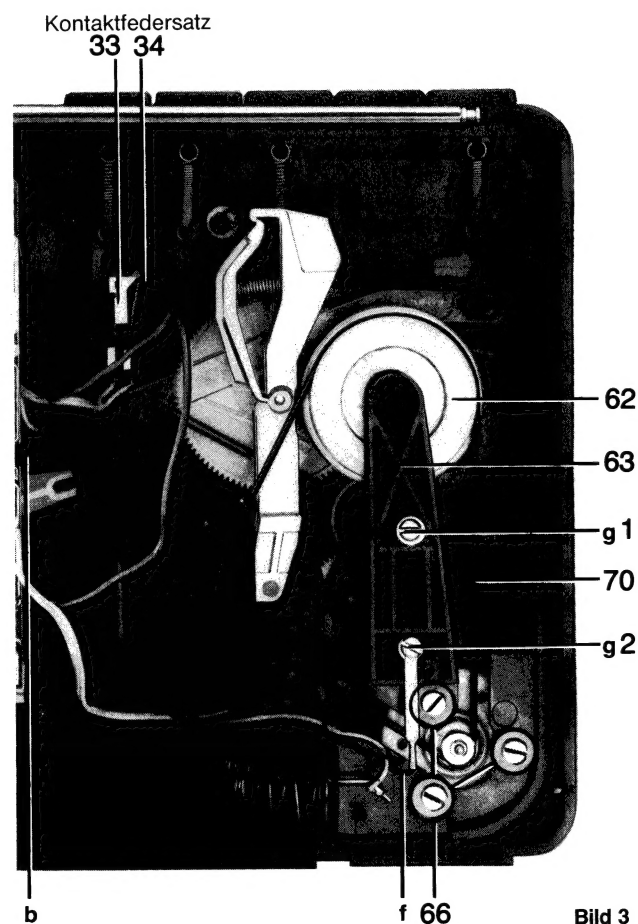

Bild 3
- 1 Schraube **b** (Bild 3) herausdrehen.
2.6 Motor wechseln (Bild 3)
6. Schwungscheibe ausbauen (Bild 3)
7. Axialspieleinstellung der Schwungscheibe (Bild 3)